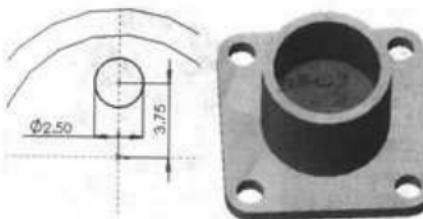

图 11-22 创建插针封线体凸台
(1) 单击正面同心圆柱孔形凸台底部的圆面，使其成为草图绘制平面。
(2) 单击 草图绘制 工具，进入草图的绘制模式。单击草图工具栏中的 \odot （圆）工具，绘制一个圆。单击 智能尺寸 工具，标注直径尺寸为 2.5mm，如图 11-22 所示。
(3) 单击特征工具栏中的 拉伸凸台/基体 工具，在“终止条件”选项框中选择“给定深度”，并设置深度值为 0.7mm，单击 确定 按钮，完成插针封线体凸台的创建。